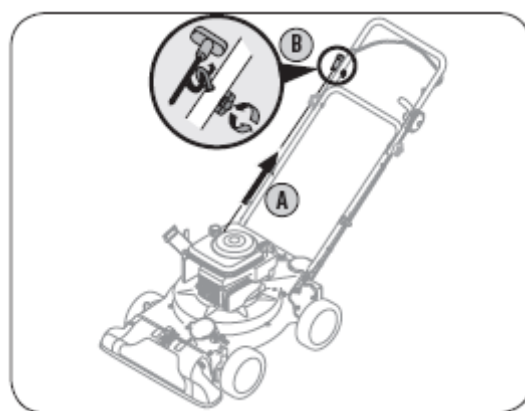

Рисунок 4.
- а. Медленно вытяните пусковой трос из двигателя (смотри рисунок 4).
- б. Плавно переместите пусковой трос в направляющую. Затяните «барашковую» гайку (смотри рисунок 4).